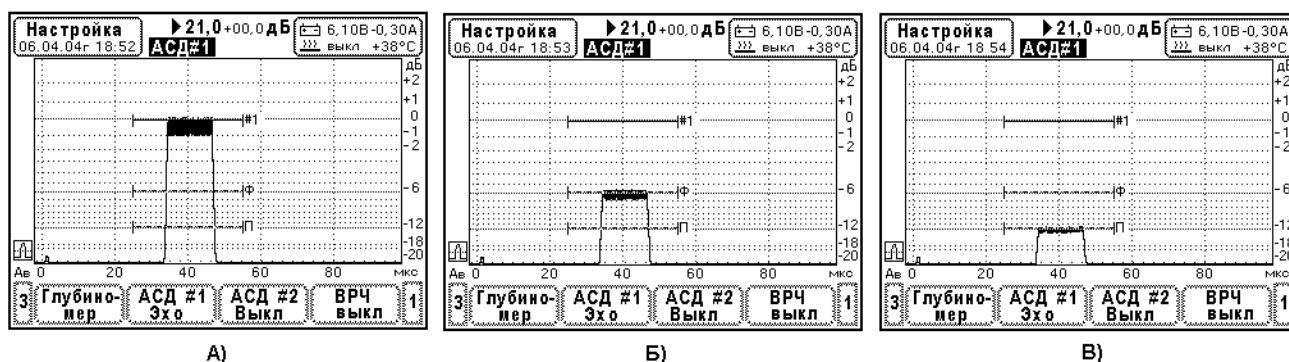

Рис. 10.6.9.1. Вид тест-сигнала на экране дефектоскопа при определении погрешности срабатывания порогового индикатора.
- находилась на разметке экрана 0дБ. Установите начало и ширину строга АСД#1 таким образом, чтобы захватывался тест-сигнал (Рис. 10.6.9.1.).
4. Определение погрешностей пороговых индикаторов АСД#1. Меняя ослабление аттенюатора АТТ-90-0,1-95/2 найдите минимальную амплитуду тест-сигнала, при которой начинает срабатывать пороговый индикатор на браковочном уровне АСД#1. Зафиксируйте ослабление К1. Уменьшайте ослабление аттенюатора АТТ-90-0,1-95/2 (тест-сигнал увеличивается) и найдите его амплитуду, для которой устойчиво обнаруживает тест-сигнал на браковочном уровне АСД#1 (Рис. 10.6.9.1.А). Зафиксируйте ослабление К2. Погрешность порогового индикатора АСД#1 определяют по формуле  $\Delta K = K1 - K2$  [дБ]. Проведите аналогичные операции для определения погрешности порогового индикатора на уровне фиксации «Ф» и поисковом уровне «П» АСД#1 (Рис. 10.6.9.1.Б, В).